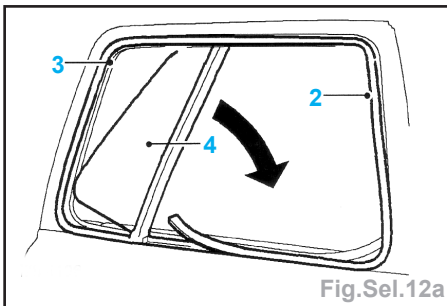

Fig.Sel.12a
- Dégager le joint (2) de la feuillure (Fig. Sel.12a).